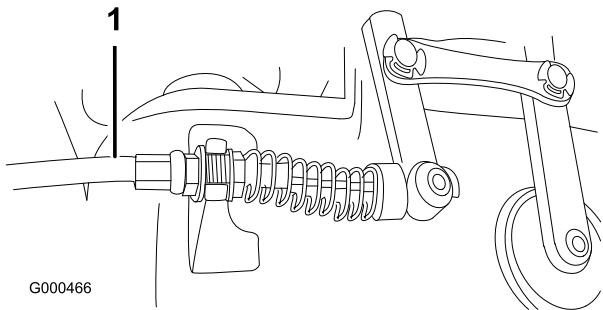

Figura 43
2. Per aumentare la tensione del cavo allentate il controdado anteriore del cavo e serrate il controdado posteriore del cavo (Figura 43) (sopra la scatola ingranaggi) finché la forza del cavo del cilindro non aumenta di 3,2 – 4,5 kg, alla manopola di comando.